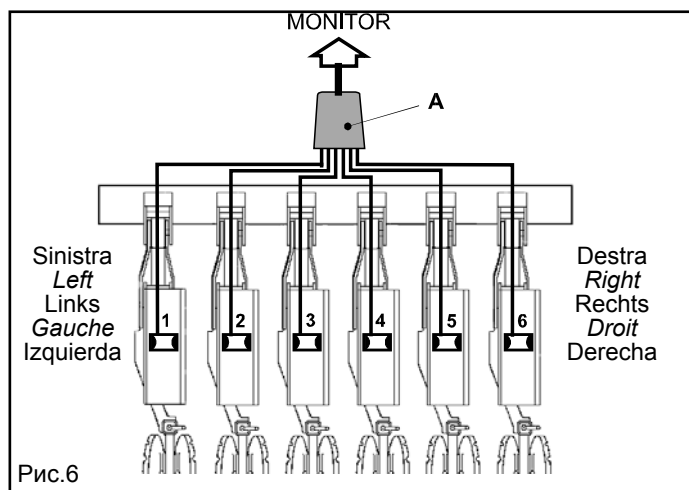

Рис.6
- установить распределительный муфель (А Рис. 6) по центру сеялки, закрепив его уплотнительным хомутом;
- Вставить разъем электромонтажного кабеля (D) в разъем датчика скорости (С);
- примечание :** в качестве "первого" элемента сеялки может рассматриваться крайний левый (Рис. 6).